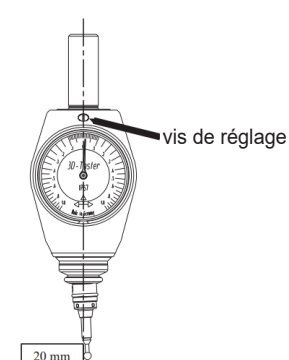

Fig. 8
- Ajustez de "la moitié de la différence" à l'aide de la vis de réglage et terminez l'étalonnage (Fig. 8).